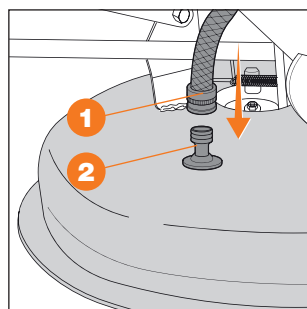

Рис. 32
- Подключите водопроводный шланг 1 к штуцеру 2 и откройте воду (Рис. 32).